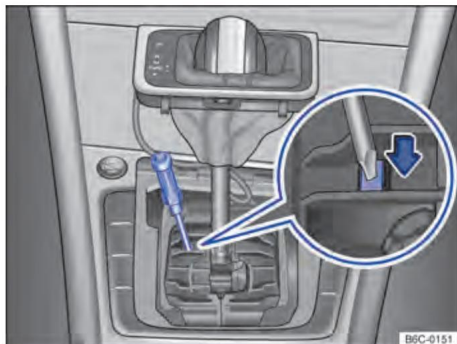

Figure. 98 Démontez le couvercle du levier sélecteur et déverrouillez d'urgence le verrou du levier sélecteur.
- À l'aide d'un tournevis, appuyez avec précaution sur le levier de déverrouillage dans le sens de la flèche et maintenez-le dans cette position → fig. 98.